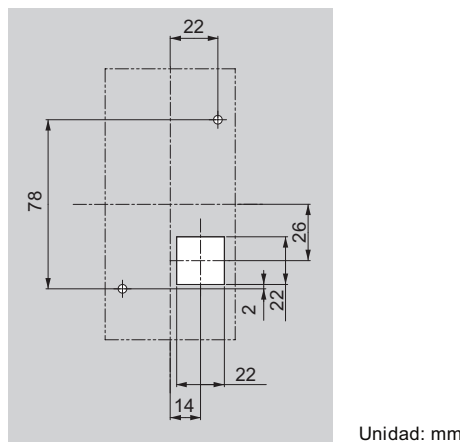

Figura 2.8 Dimensiones de corte del panel (instalación con montaje externo/frontal)
1. Corte una abertura en el panel de protección para el monitor LED como se muestra en la Figura 2.8.